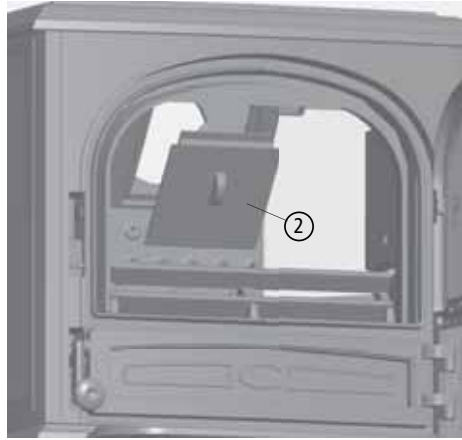

Abb. 3.5 Revisionsdeckel im Brennraum
- ② Revisionsdeckel (siehe Abb. 3.5) in der Brennraum-Rückwand entnehmen,
- ③ den oben in der Deckplatte montierten Blinddeckel von unten durch die Revisionsöffnung demontieren - mittig verschraubt mit VA-Sechskantmutter M6, SW 10mm,
- ④ den auf der Rückwand montierten Rohrstutzen lösen - seitlich verschraubt, 2 x VA-Sechskantschraube M6, SW 10mm - und den Rohrstutzen entnehmen,
- ⑤ den Rohrstutzen auf der Deckplatte anschrauben - seitlich mit 2 x VA-Sechskantschraube M6, SW 10mm,
- ⑥ den Blinddeckel mit seiner Traverse ⑦ in der Rückwand befestigen - mittig verschraubt mit VA-Sechskantmutter M6, SW 10mm,
- ⑧ das Rückwandblech wieder montieren.